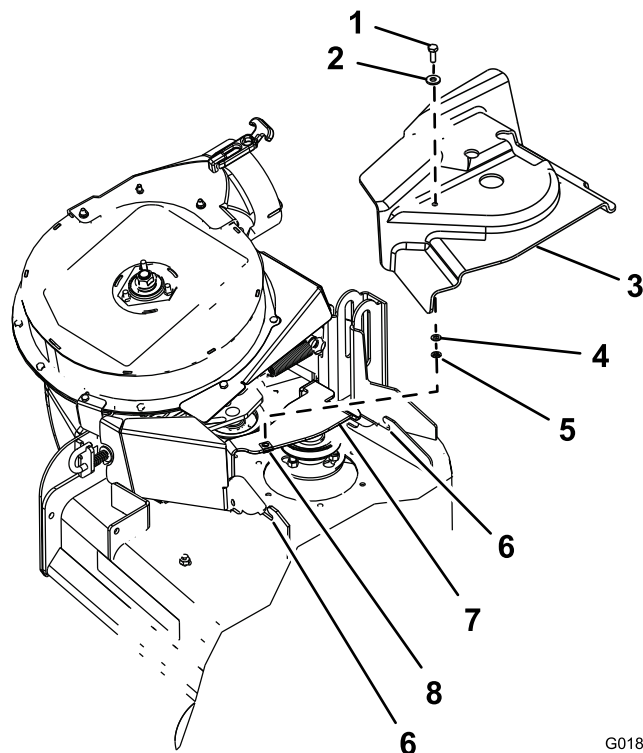

図 11
1. 図 11に示すように、ワッシャ（5/16 x 3/4 インチ）を六角ヘッドボルト（1/4 x 3/4 インチ）に組み付ける。
2. OEM ブローア&ドライブ・キットからのボルトとワッシャを、ベルトカバーの上部の穴に取り付ける（図 11）。
3. ベルトカバーの下から、ワッシャ（1/4 x 1/2 インチ）とリテーナを、六角ヘッドボルトのねじ山に取り付ける（図 11）。
2. ベルトカバーを、デッキフランジのノッチに合わせる（図 11）。
4. 六角ヘッドボルトで、ベルトカバーをカバーブラケットに固定する（図 11）。